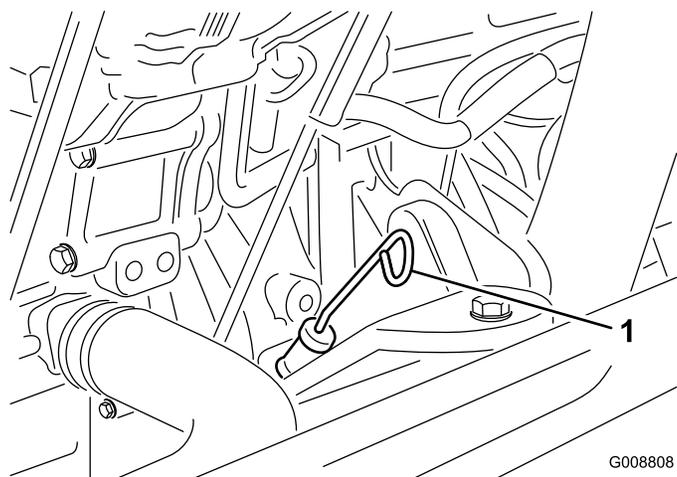

Figure 8
- Sortez la jauge, essuyez-la sur un chiffon propre, remplacez-la dans le goulot de remplissage, puis ressortez-la. Le niveau d'huile doit atteindre le repère du plein (FULL) (Figure 8).